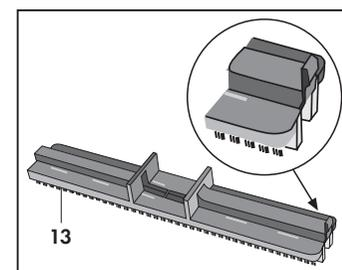

Fig. 14
- Il telaio setolato, (13) dotato di inserti in gomma per pavimenti e superfici dure. (Fig. 14)